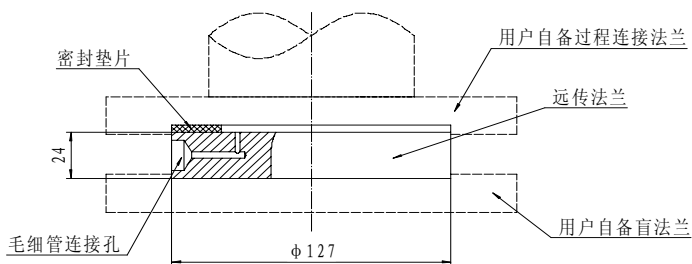

图 2 1199PFW 型扁平式远传法兰
- 1) 1199PFW 型扁平式远传法兰,外形尺寸见图 2。